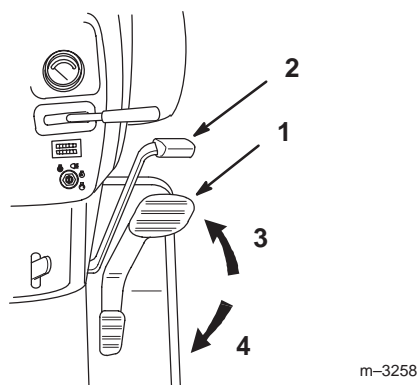

Bild 19
4. Stellen Sie Ihren Fuß auf das Fahrpedal und drücken langsam die Oberseite des Pedals, um vorwärts zu fahren oder die Unterseite, um rückwärts zu fahren (Bild 19).